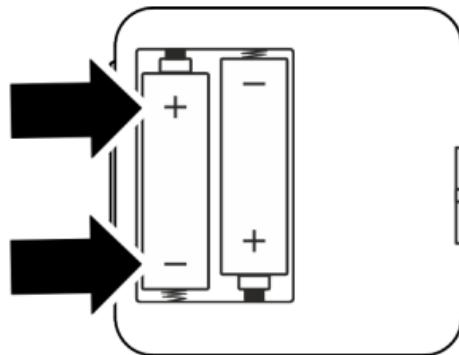

Abb. 5: Batterie einlegen
6. Die 2 Alkalibatterien vom Typ 1,5 V AA LR6 mit richtiger Polung (Abb. 5) in den Gehäusedeckel einlegen.
8. Die 2 Alkalibatterien vom Typ 1,5 V AA LR6 mit richtiger Polung (Abb. 5) in den Gehäusedeckel einlegen.